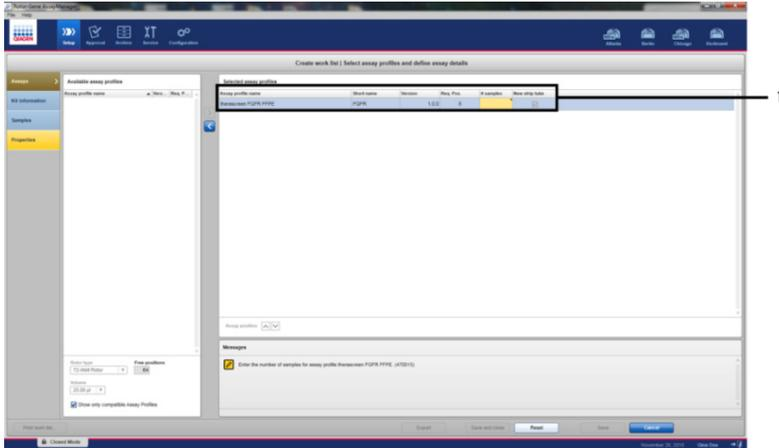

Figura 8. Ventana principal de creación de una lista de trabajo. 1 = Añada el número de muestras en “Assay profile name” (Nombre del perfil de ensayo).
3. En la ventana “Selected assay profiles” (Perfiles de ensayo seleccionados), introduzca el número de muestras de prueba que se van a analizar, excluidos el número de controles de serie analítica (Figura 8).